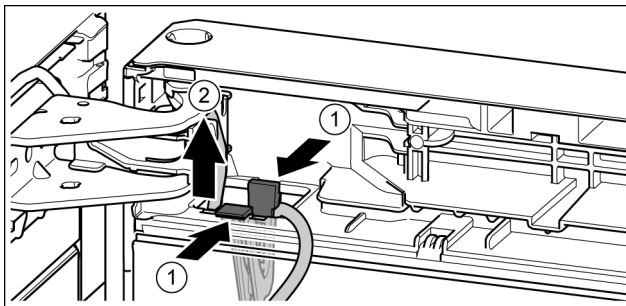

Fig. 25
- ▶ Tegen las drukken. *Fig. 25 (1)*
- ▶ Kabelhouder met de hieraan bevestigde kabel eruit trekken. *Fig. 25 (2)*